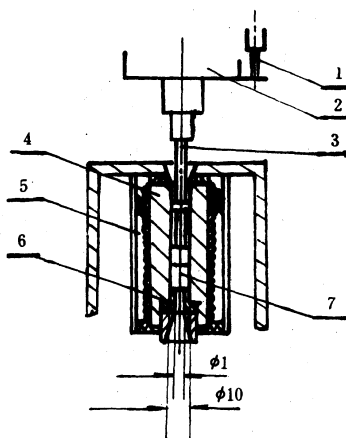

图1 流变仪样品室和毛细管结构示意图
3.1 毛细管流变仪:ML-01型毛细管流变仪装置。该仪器的样品室和毛细管的结构和尺寸见图1。